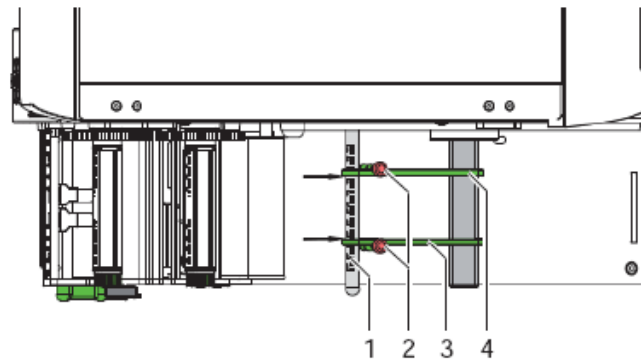

Fig. 6 Régler le guide sur le porte-rouleau
3. Desserrez les vis à l'aide de la molette (2).
4. Ajustez les guides (3, 4) avec la molette de réglage (1) selon la largeur du rouleau de consommable. La Figure 6 illustre le réglage pour un rouleau de 54 mm de large.
5. Serrez les vis à l'aide de la molette (2).
6. Faites pivoter le guide externe (3) vers le haut.
7. Chargez le rouleau d'étiquettes (5) sur le porte-rouleau (6) de façon à ce que le consommable puisse être inséré dans les mécaniques d'impression du dessus.
9. Poussez le rouleau jusqu'à ce qu'il touche le guide interne (4).
10. Faites pivoter le guide externe (3) vers le bas. Le rouleau doit être légèrement freiné par les guides lors de l'insertion de consommable. Si nécessaire, réajustez les guides de manière symétrique.